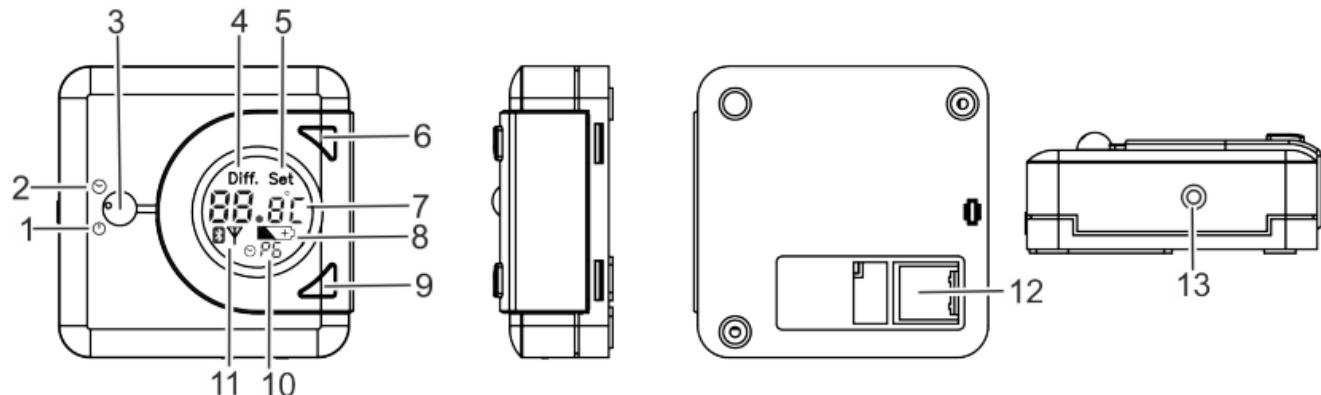

Fig. 1: Overview of thermio™ essential smart
1. Zum Einschalten der Tastensperre den Kipptaster (Abb. 1/3) nach unten und gleichzeitig die Taste oben (Abb. 1/6) drücken.
1. Den Kipptaster (Abb. 1/3) nach unten drücken, um das Gerät in den Stand-by-Betrieb zu versetzen.